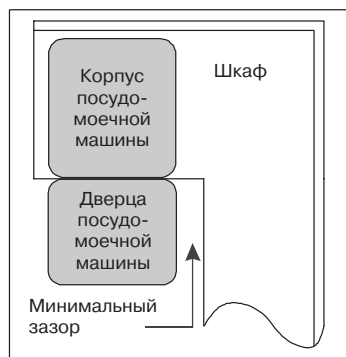

Рис. 2. Минимальный зазор при открытой дверце.
2. Если машина встраивается в корпусную мебель, необходимо оставить место для свободного открывания дверцы (см. рис. 2).